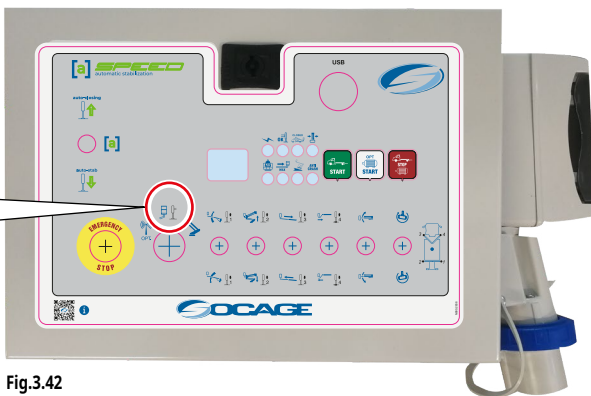

Fig.3.42
7. Positionieren Sie den Schlüssel zur Wahl der Steuerungen auf Position (ABST/KORB) und fahren Sie mit der Stabilisierung fort, indem Sie an der Schalttafel unter dem Rahmen (Fig.3.42) die Taste zum automatischen Ausfahren der Abstützungen drücken. Halten Sie die Taste gedrückt, bis das grüne Licht für die erfolgte Stabilisierung aufleuchtet (Fig.3.40) . Die Räder des Lkw heben sich leicht vom Boden ab. **ANM.:** Stabilisieren Sie immer, bis die Libelle auf dem Rahmen neben den Hebeln der Abstützungen zentriert ist (Fig.3.41).